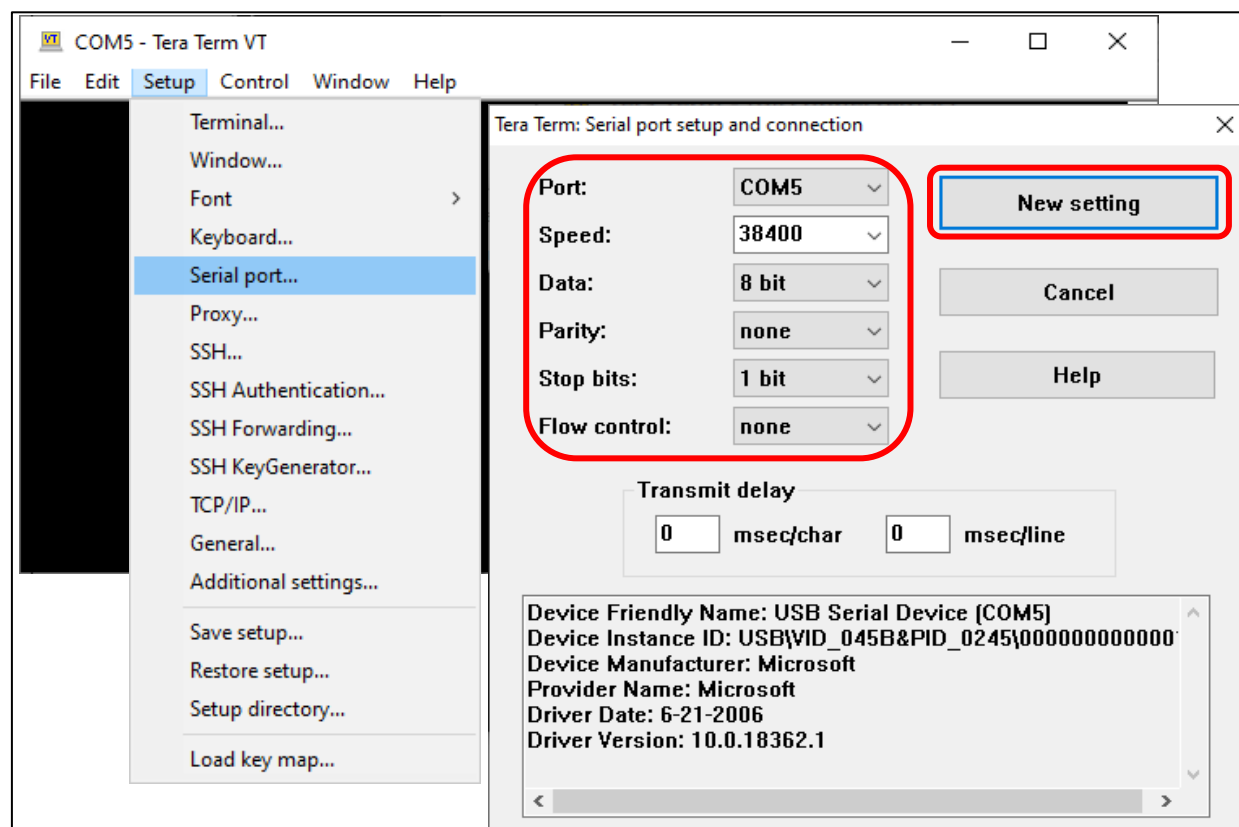

図 3-6 : Tera Term での Serial Port 設定
6. Tera Term の Serial port setup and connection ウィンドウで、Setup and Serial Port…を選択します。図 3-6 のように設定し、“New setting”をクリックします。